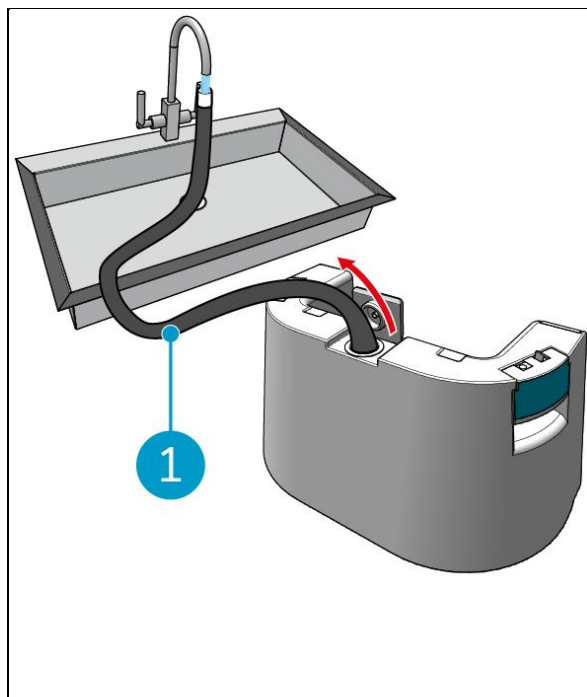

Figura 15
4. Puxar para fora a mangueira de enchimento preta (Figura 15, pos. 1).
5. Encher completamente o depósito de água limpa com água limpa, ver Figura 15.